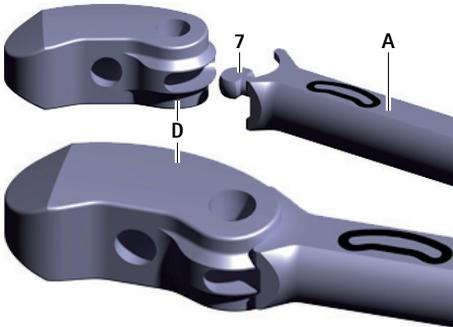

Fig. 2 Koppla fast provimplantatet i insättningsinstrumentet
- ▶ Koppla fast provimplantatet **D** i nyckelgreppet **7** på insättningsinstrumentet **A**, se Fig. 2. Kontrollera provimplantatets riktning (ska vara vänt enligt texten på insättningsinstrumentet).